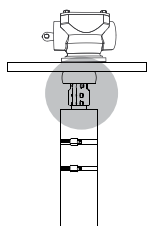

Рис. 52. Соедините вал квадратного сечения с коническим редуктором
7. Соедините вал с установленными полумуфтами с валом конического редуктора. См. рис. 52.